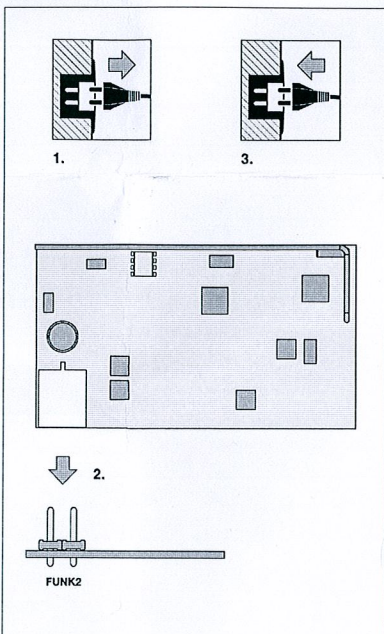

Fig. 2
3.1 Anschluss des Empfängers am Antrieb (Fig. 2)